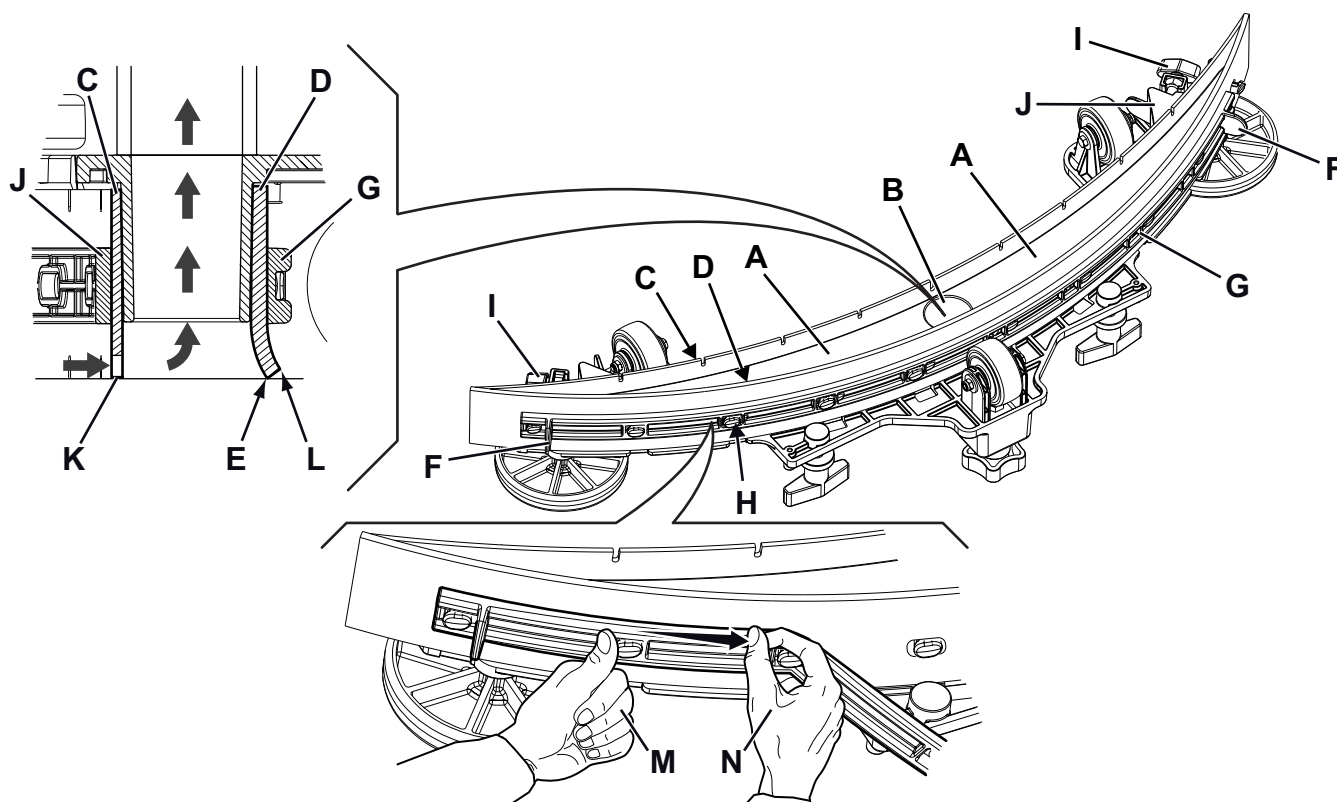

Рис. 12
2. Убедитесь, что машина отключена и ключ пользователя (51) извлечен.
3. Ослабьте маховики (14) и снимите швабру (29).
4. Вымойте и очистите швабру. В частности, очистите отсеки (А, Рис. 12) и отверстие (В). Проверьте состояние переднего (С) и заднего (D) скребков. При наличии повреждений замените их, как показано ниже.
2. Проверьте состояние переднего (С, Рис. 12) и заднего (D) скребков. При наличии повреждений замените их, как показано ниже. Проверьте, не изношен ли передний угол (Е) заднего скребка; в противном случае переверните скребок, чтобы поменять местами изношенный угол с целым. Если и другие углы изношены, замените скребок в следующем порядке:
- Используя перемычку (F) выдвиньте и снимите эластичную планку (G), а затем поверните или замените (H) задний скребок (D).
- Установите скребок, действуя в обратной последовательности. Прикрепите эластичную планку (G) к креплениям (H), начиная с одной стороны. Чтобы облегчить процедуру крепления, закрепляйте крепления по одному за раз, фиксируя планку перед креплением одной рукой (M) и тяните ее другой рукой (N).
- Отвинтите маховики (I) и снимите планку (J), затем поверните или замените передний скребок (C).
3. Установите швабру (29) и закрутите маховики (14).
- Убедитесь, что край (K) переднего скребка (C) и край (L) заднего скребка (D) размещены как показано на рисунке.
- Используйте рукоятку (15) для регулировки.